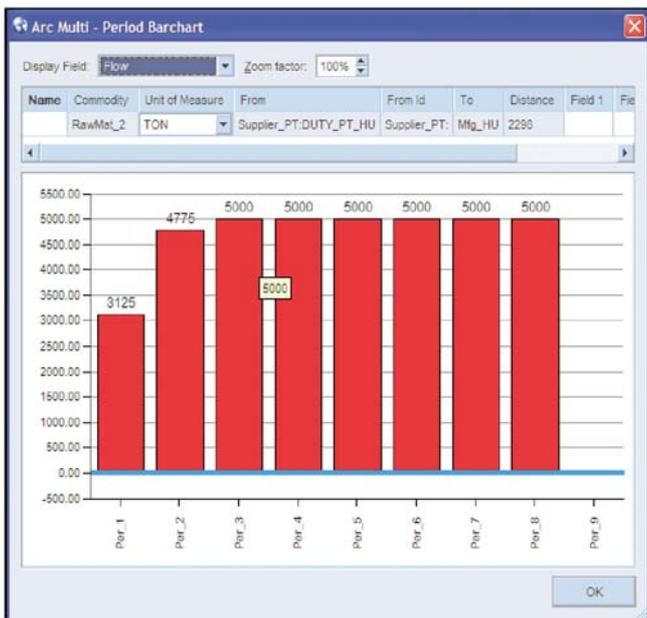

Abbildung 2: Grafische Ad-hoc-Auswertung
- Ist Outsourcing möglich und lohnend? (siehe Abbildung 2)